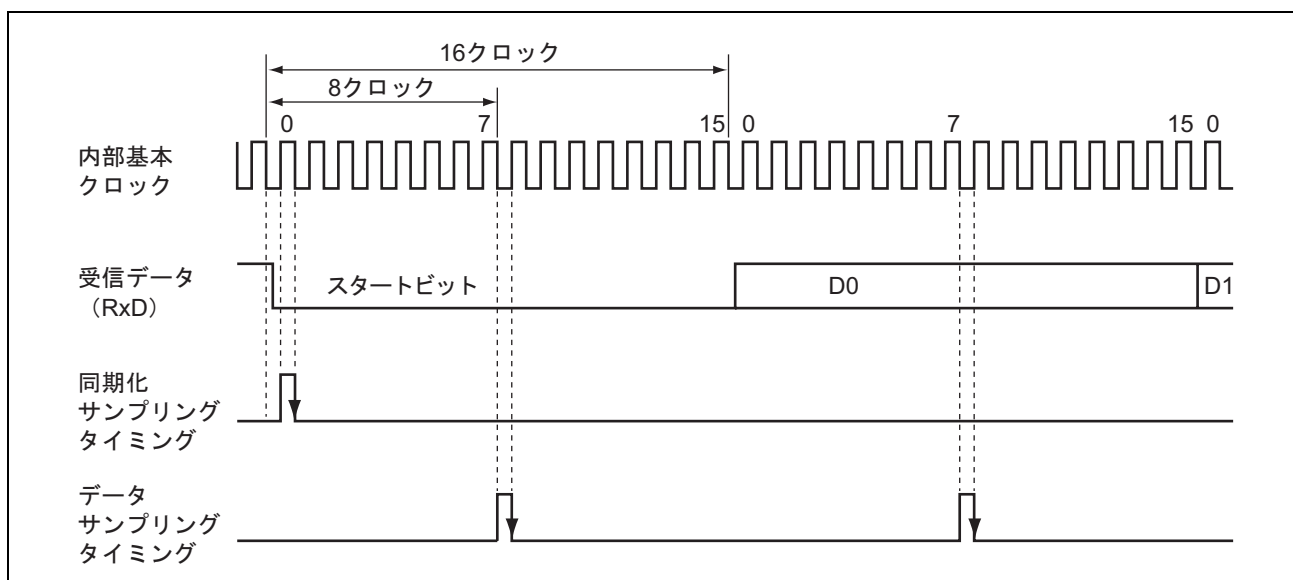

図 13.3 調歩同期式モードの受信データサンプリングタイミング
調歩同期式モードでは、SCI はビットレートの 16 倍の周波数の基本クロックで動作します。受信時はスタートビットの立ち下がり基本クロックでサンプリングして内部を同期化します。また、図 13.3 に示すように受信データを基本クロックの 8 ヶ目の立ち上がりエッジでサンプリングすることで、各ビットの中央でデータを取り込みます。したがって、調歩同期式モードでの受信マージンは式 (1) のように表わすことができます。